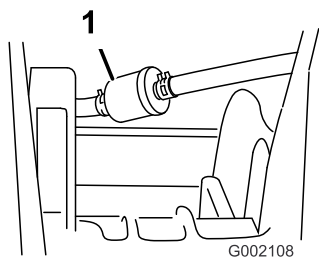

Figura 37
3. Rimuovete i dispositivi di fermo che fissano il filtro del carburante ai tubi di alimentazione (Figura 37), come riportato di seguito.